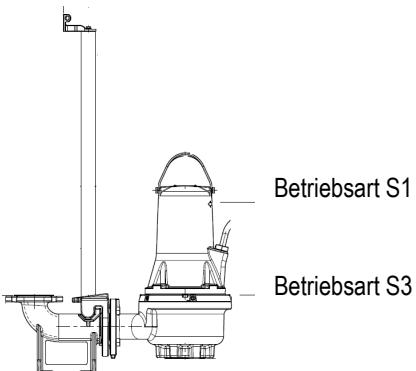

Abb. 2 Ausschaltniveaus
- **Betriebsart S1.** Die Pumpe muss immer bis zur Motoroberkante in das Fördermedium eingetaucht sein. Siehe Abb. 2.
- **Betriebsart S3 (Aussetzbetrieb),** die Pumpe muss stets bis zum oberen Teil des Pumpenkörpers von der gepumpten Flüssigkeit bedeckt sein. Siehe Abb. 2 (nur für nicht explosionsgeschützten Versionen).